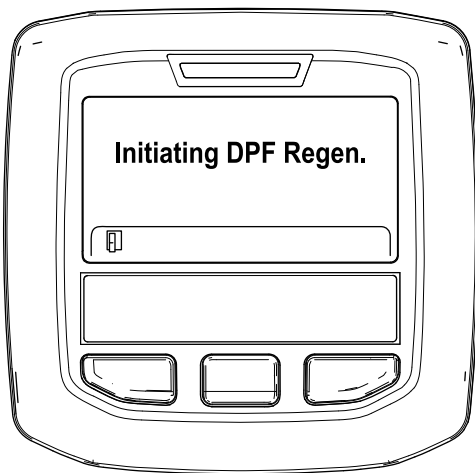

Figura 47
A. Aparece el mensaje "Initiating DPF Regen." (Iniciar restauración del FPD) (Figura 47).